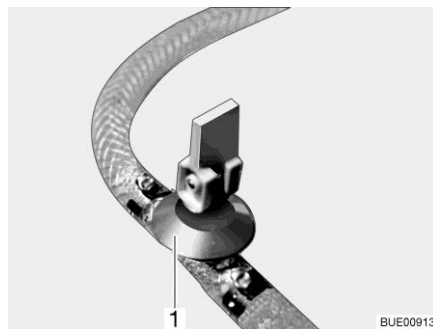
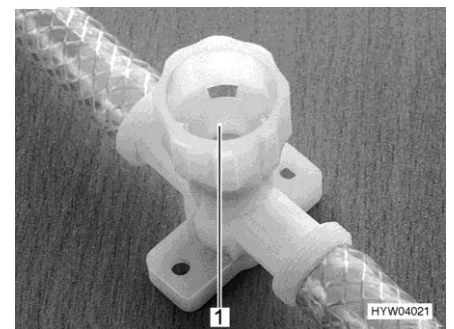

Bild 269 Avtappningskran (med vipparm)
Bild 270 Avtappningskran (med vrid)
- Stäng alla avtappningskranar. Ställ för detta avtappningskranens vipparm (Bild 269,1) vågrätt eller vrid avtappningskranens kran (Bild 270,1) medurs.